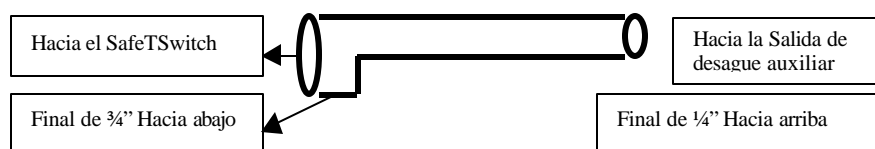

Figura 1: Use Parte del Rheem #: 68-42392-02
4. Cuando se instale en equipos de marca Rheem o Ruud con bandejas de plástico, se debe utilizar el acople auxiliar de condensado # 68-42392-02. Este acople auxiliar de condensado debe colocarse de manera que $\frac{3}{4}$ de pulgada sobresalga del tubo roscado de escape (el tubo de escape debe situarse en la parte superior de la parte que sobresale –ver Figura 1) para asegurar un drenaje descendiente.